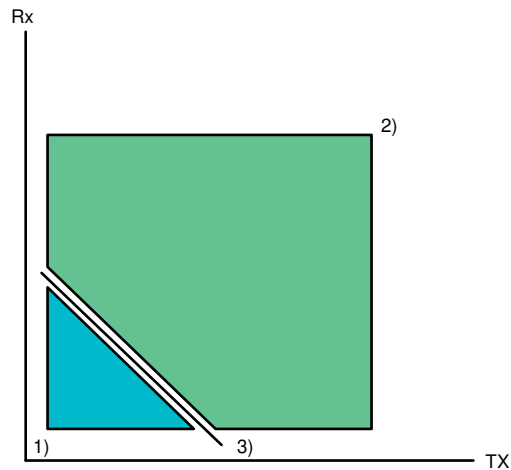

图 2-3. 调优算法搜索点
- 读取延迟边界的位置 - 该调优算法沿着点 2 和点 3 之间的线 (如图 2-3 中的箭头所示) 执行二进制搜索。